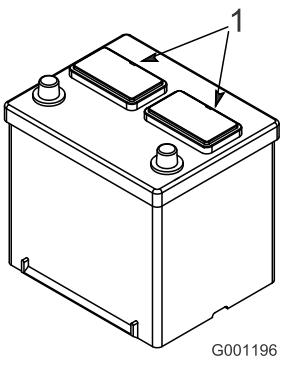

図 9
3. バッテリーの上部をきれいに拭い、キャップを取り外す（図 9）。